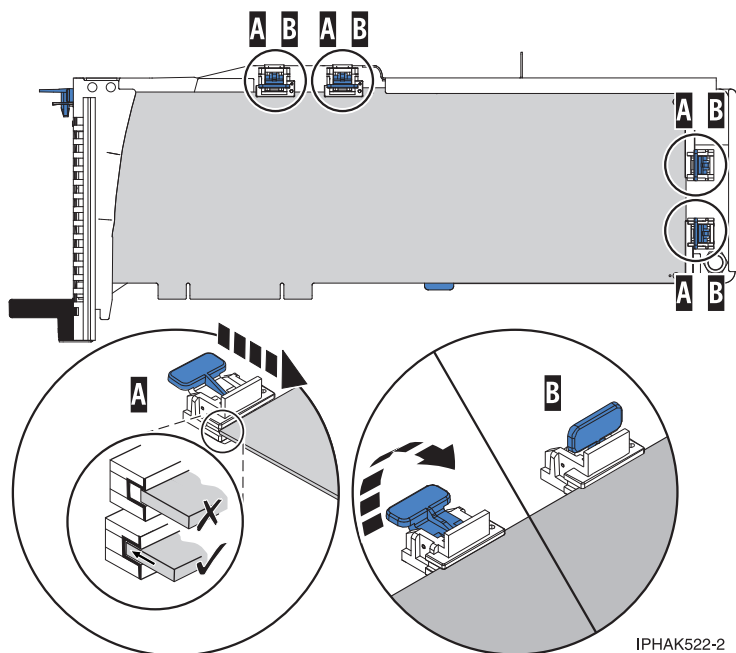

図 145. 所定位置に保持具およびスタビライザーが付いた PCI アダプター・カセット内の大型 PCI アダプター
- a) 保持具 (B) をセットして、ロックする。 180 ページの図 145を参照してください。